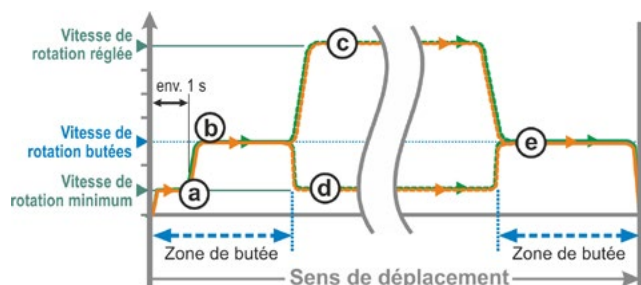

Fig. 1 : vitesse de rotation butées « Normal »
- hors de la butée à la vitesse de rotation minimale, env. 1 s (Fig. 1 : courbe **a**), avant de passer à la vitesse de rotation butées, voir **b** ;